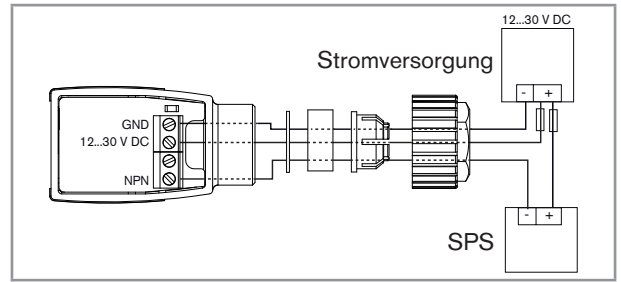
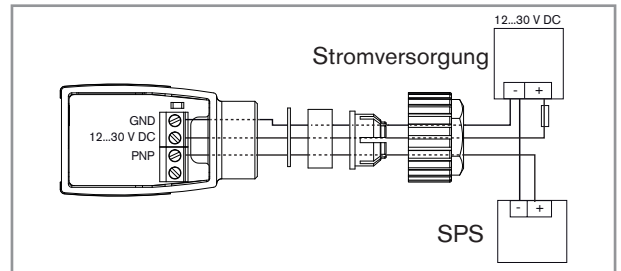

Bild 4: Gerät mit Kabelverschraubung – NPN-Anschluss des Transistorausgangs
Bild 5: Gerät mit Kabelverschraubung – PNP-Anschluss des Transistorausgangs
- Den Transistorausgang anschließen (Anschluss mit 3 Drähten). Der Transistorausgang kann auf folgende Arten angeschlossen werden: NPN oder PNP. Siehe Bild 4 oder Bild 5.